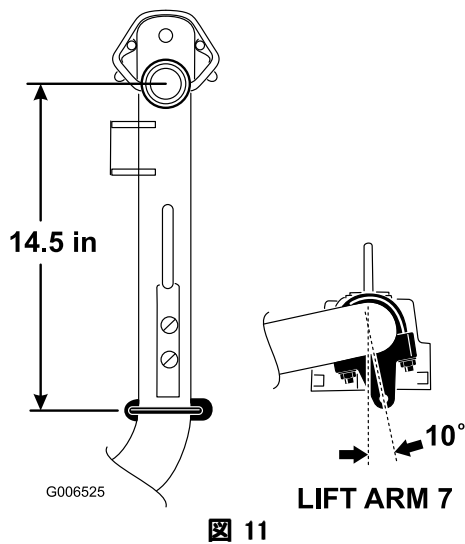

図 11
3. 昇降アーム6番、7番では、ブラケットとUボルトが、ピボット・ナックルの中心線よりも37 cm 後ろになるように取り付ける(図 11)。各ブラケットが、機体の外側に対して10度回転した状態になるようにする。